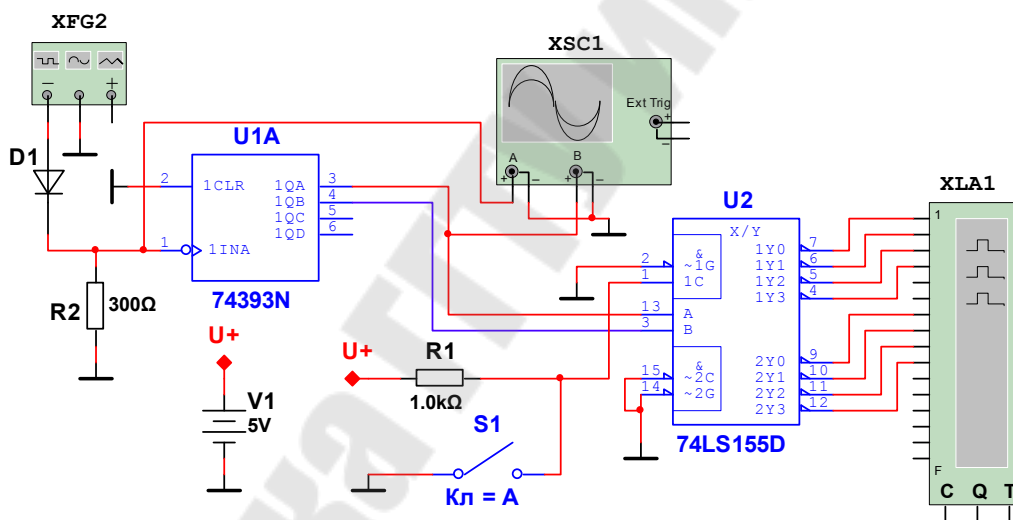

Рис. 7.1. Схема для исследования дешифратора
1. Собрать схему, показанную на рис. 7.1.
На рис. 7.1 обозначено: V1 – источник постоянного напряжения; U1A – двоичный счетчик; U2 – дешифратор; R1 – «подтягивающее» (pull-up) сопротивление; R2 – токоограничивающий резистор; D1 – диод; S1 – ключ; XFG2 – функциональный генератор; XSC1 – осциллограф; XLA1 – логический анализатор.